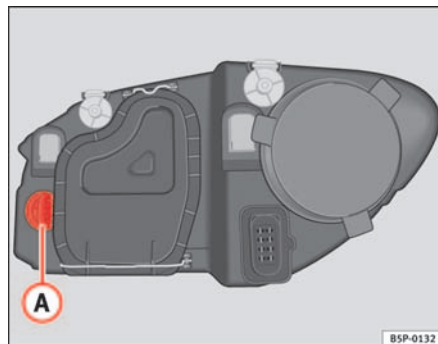

Fig. 181 Lâmpada das luzes intermitentes
- Rodar o porta-lâmpadas ⇒ fig. 181 A para a esquerda e puxar.